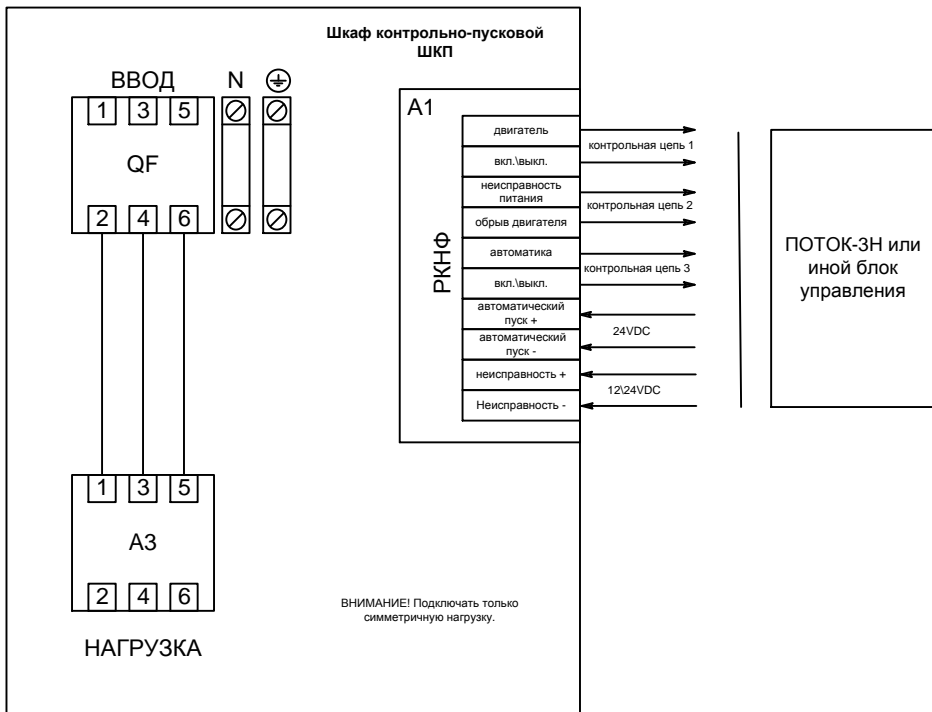

Рисунок 3. Схема электрическая подключения шкафа при эксплуатации
- 3) подключить к шкафу провода питающего сетевого напряжения, цепей нагрузки и контроля состояния согласно схеме электрической рис. 3;